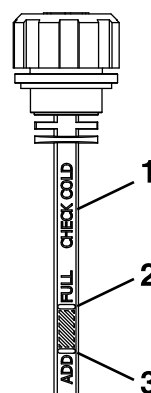

Figure 52
6. Retirez une nouvelle fois le bouchon et contrôlez le niveau d'huile sur la jauge. Voir la Figure 52 pour les niveaux d'huile.